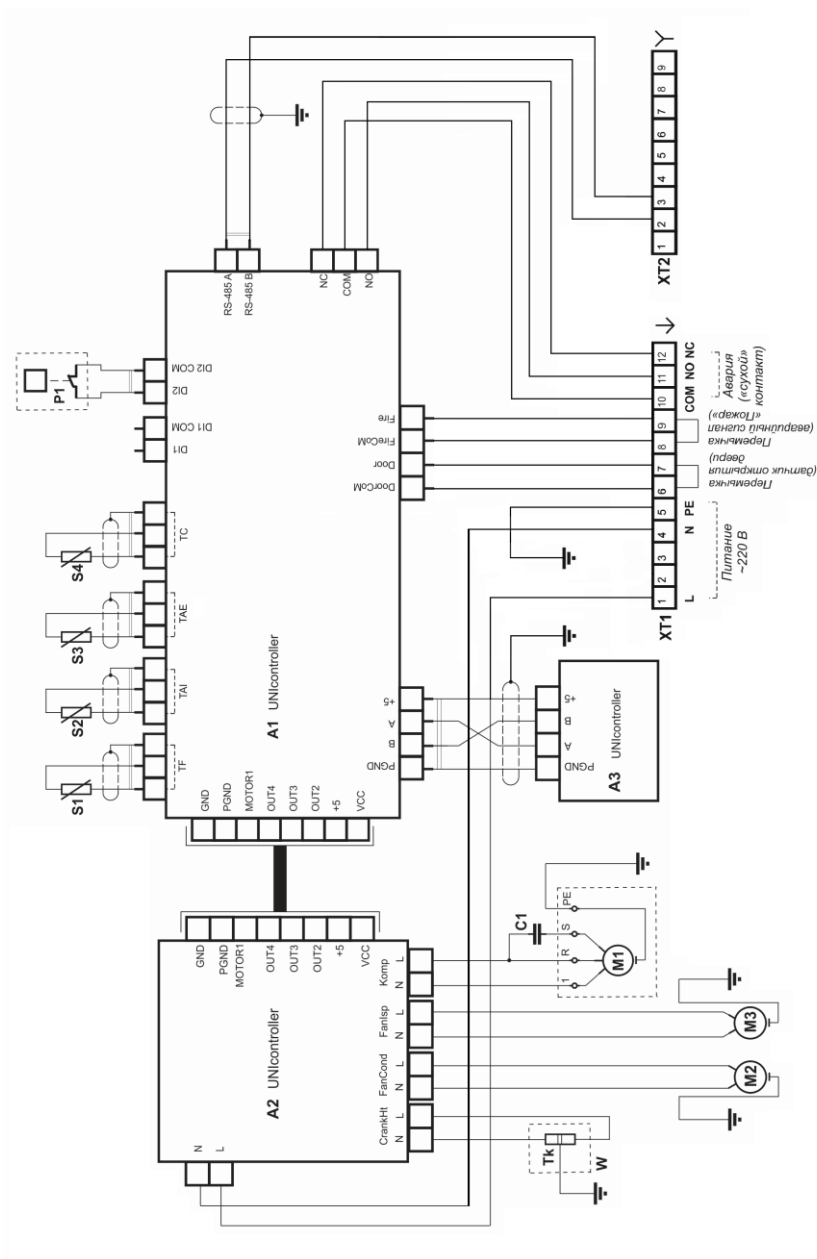

Рис. 2.1 - Электрическая схема кондиционеров MHR-210S(1) UNiController, MHR-215S(1) UNiController, MHR-220S(1) UNiController и MHR-330S(1) UNiController
5.9.2 Электрические схемы кондиционеров приведены на рис. 2.1 и 2.2.
5.9.3 Исполнение ХМ с напряжением питания 220 В (рис. 2.1):
Условные обозначения компонентов электрических схем кондиционеров (к рис. 2.1 и 2.2):